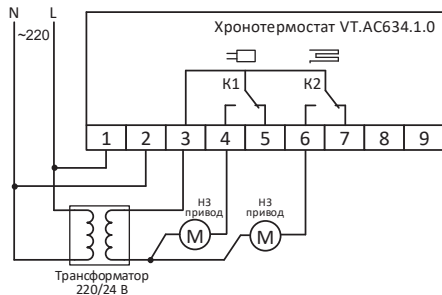

Рис. 8
8.2.9. При работе с сервоприводами с напряжением питания $\sim 24\text{В}$ используется дополнительный трансформатор 220/24 В, подключаемый в соответствии с приведёнными ниже схемами, **рис. 8,9.**